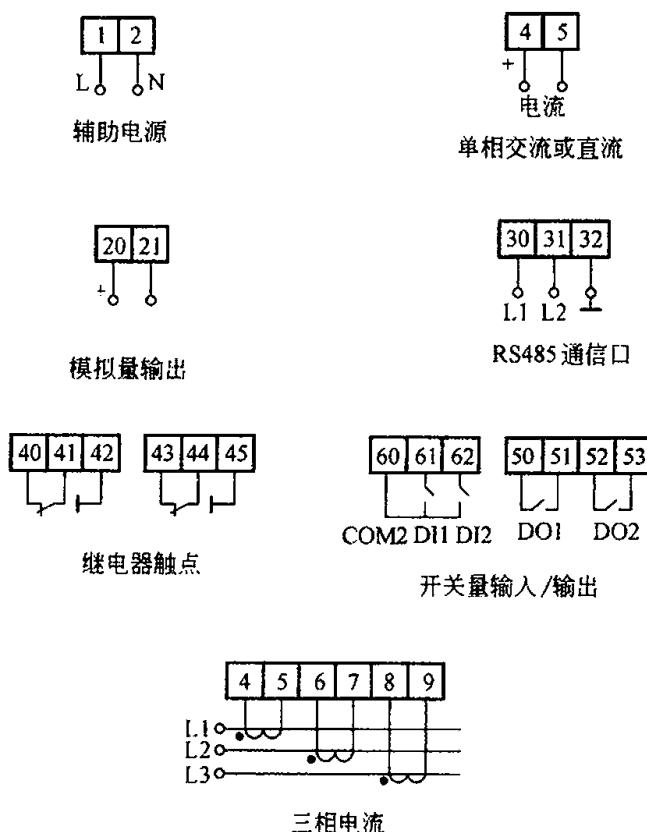

图 270 PZ 电流可编程智能电测表接线图
270. PZ 电流可编程智能电测表接线图（见图 270）
(2) 图 270 适用于交流电流表和直流电流表接线。
(3) 对于具体的某一块电流表而言，并非模拟量输出、RS485 通信口、继电器触点、开关量输入/输出都具备。一般来说电流表是保持一种“选项”。因此在订货时必须确定是哪种选项。
(4) 电流表有单相、三相电流。图 270 中列有单相 4、5 端（直流表的“+”接正极，交流表的“+”接相线），仅作单相电流表用；4~9 端用于三相交流电流表。1、2 端为辅助电源，专用于数字表工作电源。